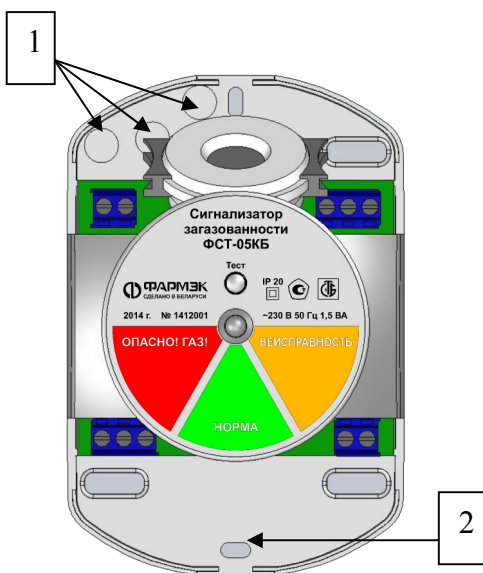

Рисунок 5.1
- зачистить концы монтажных проводов от изоляции и ввести их в основание корпуса через соответствующие отверстия; при использовании гибкого сетевого шнура, входящего в комплект поставки, пропустить его «змейкой» через фиксаторы (поз. 1 рисунок 5.1);